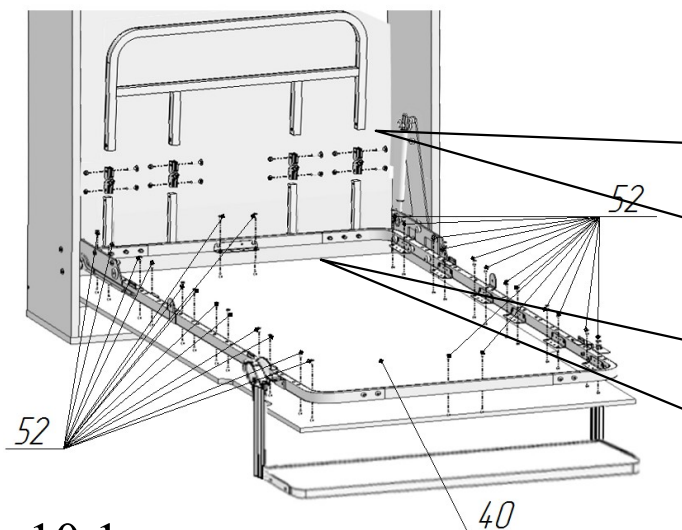
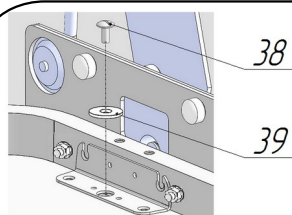
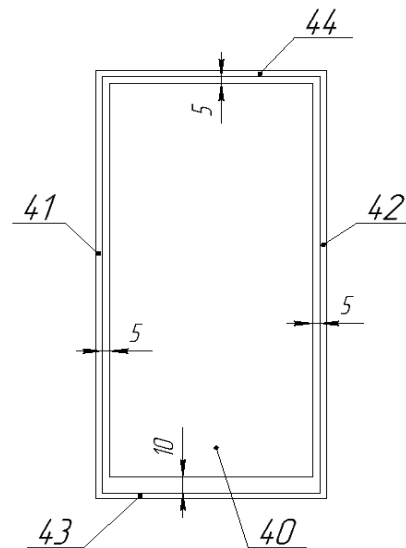

Рис.10.1
Рис.10.3 Регулировка положения щитов
Рис.10.4
13. Установить шарниры поз. 11 в бортик поз.6 и стойки бортика поз.9 (рис.10.1 и 10.2). Закрепить, используя Винт М6x25 поз.16, гайку М6 со стопорным кольцом поз.23.
Шайбу подложить под головку винта. Привести кровать в вертикальное положение. Последующей регулировкой щита обеспечить зазоры между стенками короба поз.41,42, верхней панелью поз.44 и щитом декоративным поз.40 — 5 мм (рис.10.4 и 29), между панелью нижней поз.43 и щитом декоративным поз.40 — 10 мм (рис.10.4 и 29). Регулировку щита произвести следующим образом: привести кровать в горизонтальное положение, ослабить винты М6х13 поз. 38 (рис.10.3). Сместить декоративный щит в необходимом направлении. Затянуть винты М6х13 поз. 38. При необходимости повторить операцию выравнивания. Окончательно закрепить декоративный щит на раме, используя саморезы Ø4х16 поз.52 (рис.10.1).